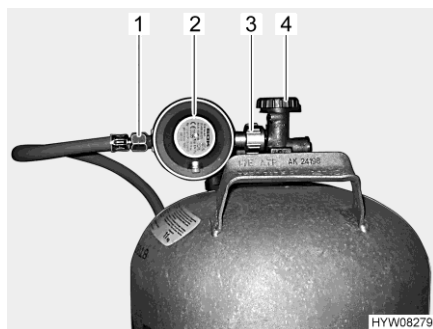

Bild 97 Anslutning gasflaska
- Stäng huvudavstängningsventilen (Bild 97,4) på gasflaskan. Beakta pilriktningen.
- Håll fast gastryckregulatorn (Bild 97,2) och öppna muttern (Bild 97,3) (vanligen vänstergänga).
- Tag bort gastryckregulatorn med gasslangen (Bild 97,1) från gasflaskan.
- Sätt gastryckregulatorn (Bild 97,2) med gasslangen (Bild 97,1) mot gasflaskan och dra åt muttern (Bild 97,3) (vanligen vänstergänga). Dra **inte** åt för hårt.